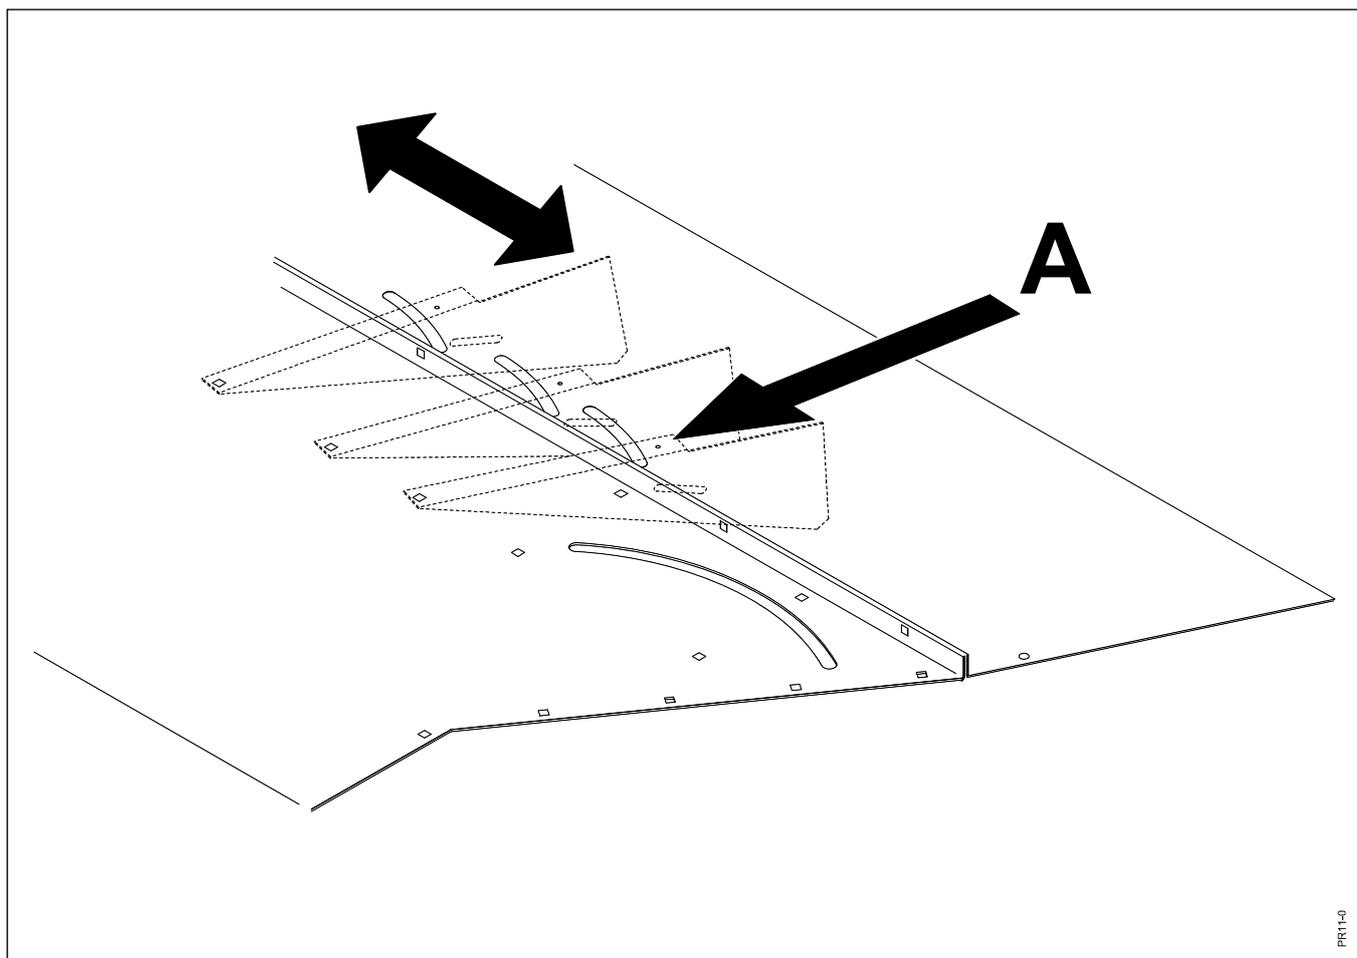

Fig. 3-14
**Fig. 3-14** Chaque déflecteur peut être réglé individuellement grâce à des trous oblongs. Cela s'effectue en plaçant les déflecteurs dans la position choisie après avoir desserré les écrous de fixation.